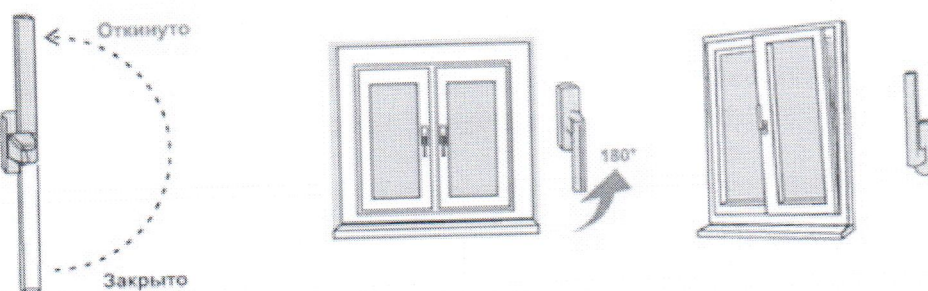

Рис.2
3) Для перевода створки из закрытого положение в откидное (поворот створки относительно нижней горизонтальной оси, положение «Откинута» на Рис.2) ручку поворачивают вертикально на 180 градусов вверх, затем, потянув за ручку, поворачивают створку относительно нижней горизонтальной оси на заданный изготовителем угол (не более 10 градусов) (откидной режим).
4) Для запираения створки из открытого или откидного положения ее сначала закрывают и, придерживая створку рукой, поворачивают ручку вертикально вниз (положение «Закрето» на Рис. 2).